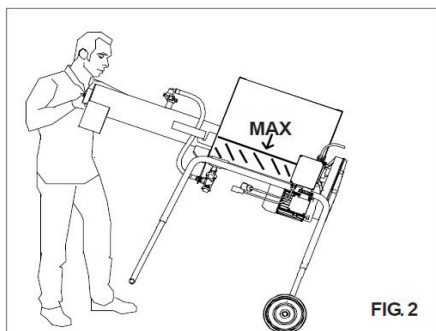
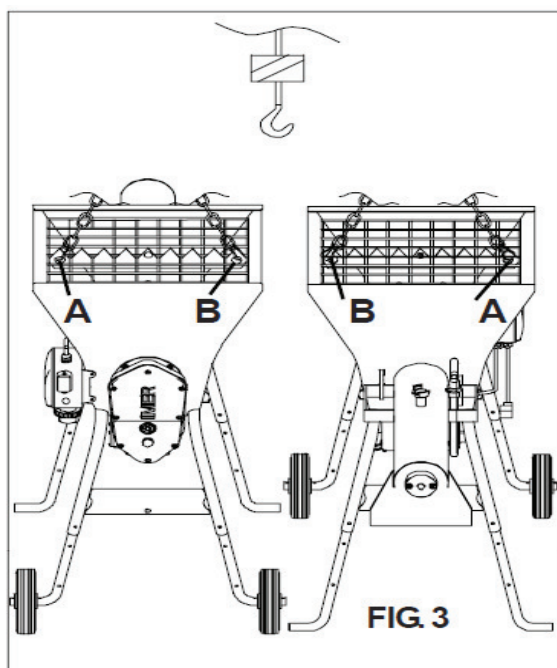

FIG. 2
FIG. 3
8. TRASPORTABILITA(vedi fig.2 e fig.3)
Sollevarlo il mescolatore avvalendosi delle apposite maniglie (fig.2) e spingere nella direzione desiderata.
- ATTENZIONE! Per il sollevamento della macchina non utilizzare punti di aggancio diversi da quelli indicati in fig. 3
Per il sollevamento della macchina utilizzare i due anelli appositamente previsti (fig.3).